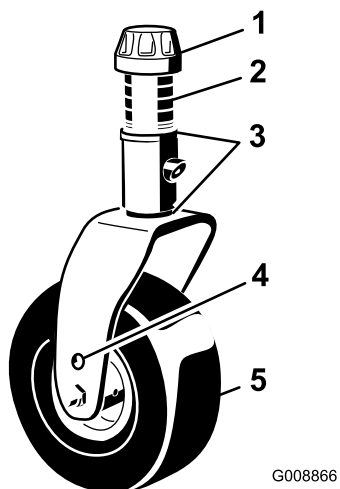

Figura 6
2. Coloque los ejes de las ruedas giratorias en el mismo taladro en ambas horquillas. Consulte Figura 6 y Figura 7 para saber cuáles son los taladros adecuados para esta configuración.
3. Retire el casquillo tensor del eje (Figura 6) y deslice el eje fuera del brazo de la rueda giratoria. Coloque los 2 suplementos ($\frac{1}{8}$ ") en el eje de la misma forma que en la instalación original. Estos suplementos son necesarios para obtener el mismo nivel en toda la anchura de las unidades de corte. Coloque el número adecuado de espaciadores de 1,25 cm (consulte la tabla siguiente) en el eje para conseguir la altura de corte deseada, luego coloque la arandela en el eje.